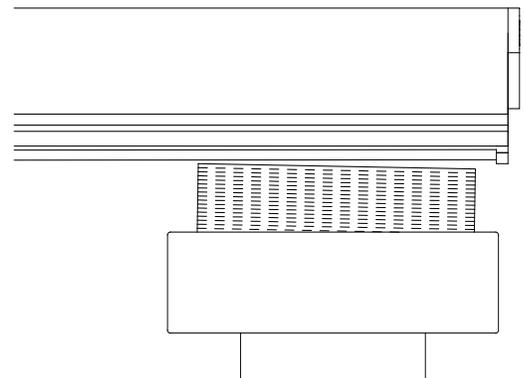

FIG. 34
3. Sin mover la entrada del cabezal de rectificado, afloje la rueda de bloqueo y ajuste el ajustador del lado derecho de la barra de mecanizado hasta que la muela toque *escasamente* la cuchilla de asiento dentro de la plumilla del extremo desgastado. Véase la FIG. 34.